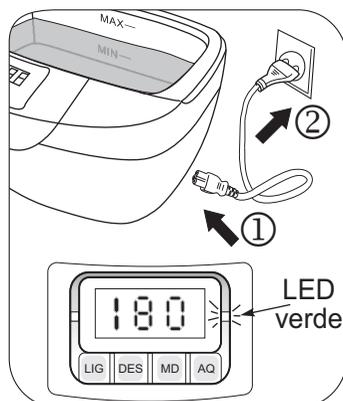

Fig. 9
- 2▶ Conecte o cabo de energia na cuba de ultrassom e à rede elétrica (Fig. 9). A luz verde que indica que o equipamento esta ligado. O display exibirá o ciclo padrão de 180s (3 minutos).
- Encaixe o cabo de energia no conector no equipamento (Fig. 9, pág. 8) e na rede elétrica.